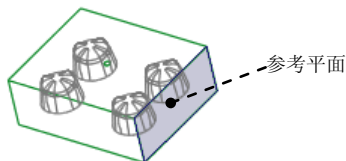

图 28.15 定义草绘平面
Step5. 选择草绘平面。执行命令后，在系统 **选择或创建一个草绘平面** 的提示下，选择 MAIN_PARTING_PLN 基准平面为草绘平面。在 **DIRECTION (方向)** 菜单中选择 **Okay (确定)** 命令，接受系统默认的草绘的方向。在 **SKET VIEW (草绘视图)** 菜单中选择 **Right (右)** 命令，选取图 28.15 所示的坯料表面为参考平面。